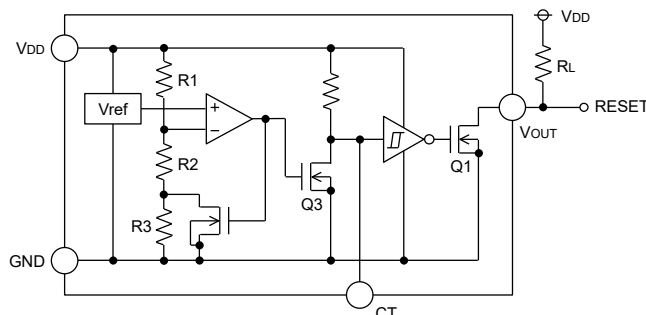
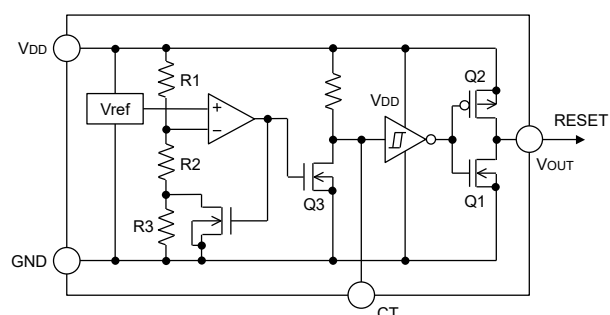

Fig.15 (BD52xx タイプ内部ブロック図)
Fig.16 (BD53xx タイプ内部ブロック図)
オープンドレインタイプ (Fig.15) と CMOS 出力タイプ (Fig.16) 共に、検出電圧及び解除電圧をスレッショルド電圧とし、VDD Pin に印加された電圧が各々のスレッショルド電圧に達した時、VOUT 端子電圧は“H”→“L”また“L”→“H”に切り換わります。BD52xx シリーズ、BD53xx シリーズは遅延機能付のため、出力が“L”→“H”に切り換わる時、外付けコンデンサ (CCT) の値で決まる遅延時間 tPLH を設定することができます。BD52xx シリーズでは出力形式がオープンドレイン方式であるため、プルアップ抵抗を VDD または他の電源との間に接続してください。(この場合の出力 (VOUT) H 電圧は VDD もしくは他の電源電圧になります。)
入力電源電圧 VDD を SWEEP UP 及び SWEEP DOWN させた時の入力電圧 VDD、CT 端子電圧 VCT、出力電圧 VOUT の関係は以下のようになります。(回路は Fig.15,16 です。) 下図の①～⑤について説明します。